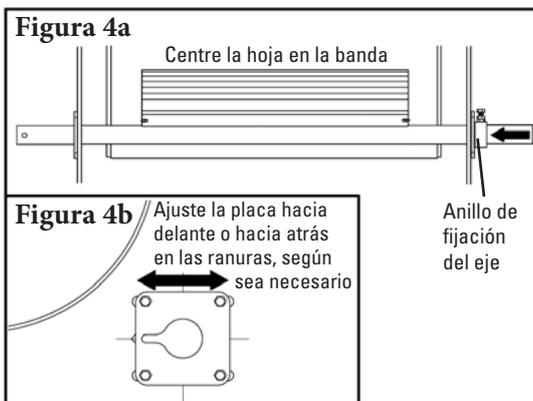

Figura 4a
5. **Centre el limpiador en la banda y asegúrelo en su lugar.** Vuelva a instalar la hoja con sus seguros. Centre la hoja en la banda e instale el anillo de fijación del eje en éste (en el extremo opuesto del tensor), bien ajustado en la placa de montaje (Figura 4a). Gire la hoja hacia arriba a la banda y revise para asegurarse de que la hoja esté en ángulo recto a la superficie de la polea. De lo contrario, afloje una placa de montaje en un lado y ajuste la placa hacia delante o hacia atrás para que esté en ángulo recto con la hoja hacia la polea y vuelva a apretar los tornillos (Figura 4b).